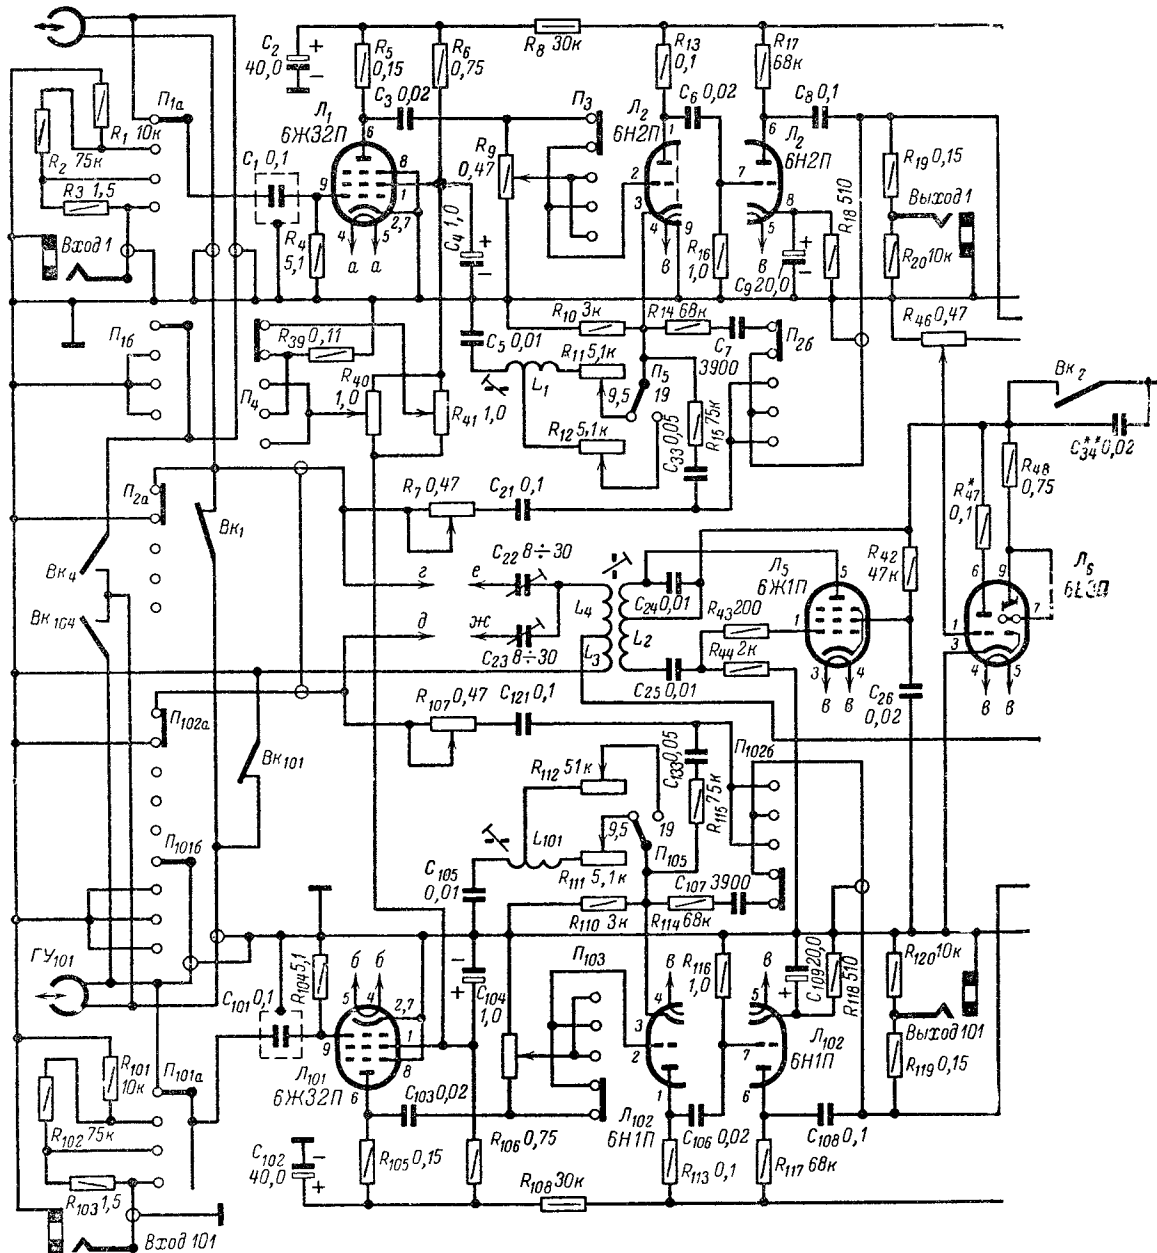
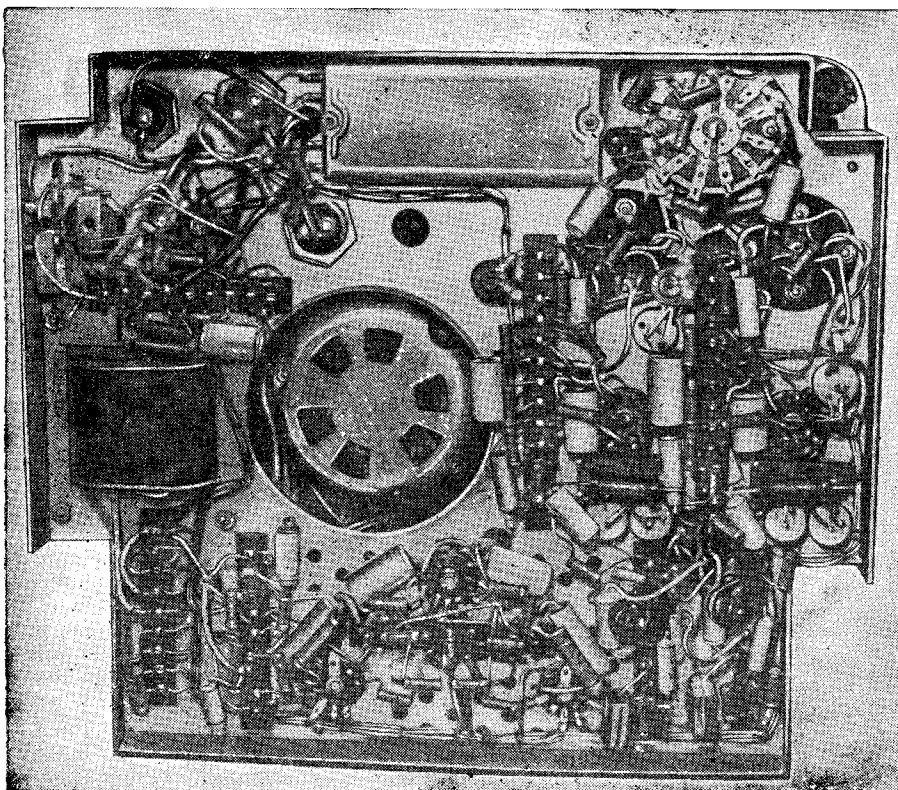

Рис. 94. Принципиальная электрическая схема магнитофона.
Рис. 95. Электрический монтаж магнитофона «Яуза-10».
**Усилитель, генератор и выпрямитель.** Принципиальная электрическая схема магнитофона приведена на рис. 94, а на рис. 95 показан его электрический монтаж.